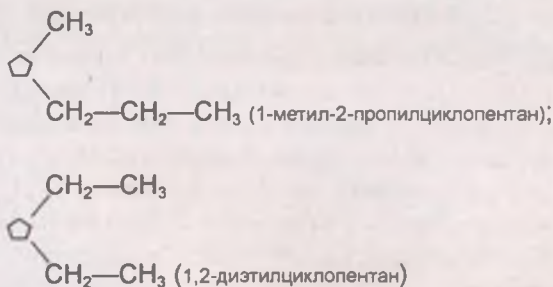

Рис. 65
- 2) с числом углеродных атомов в заместителях (рис. 65);